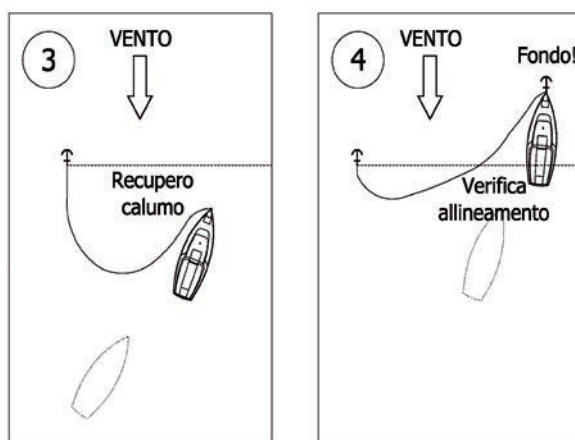

Figura 4
4. Arrivati nel punto giusto, al traverso della prima ancora, avanzare un po' sopravento in modo che l'allineamento sulla prima ancora sia trapiardato, grosso modo, dal pozzetto, perché dovremo dare alla seconda ancora lo spazio necessario per arare e agguantare il fondo. In questo momento il calumo della prima ancora non andrà più recuperato, ma anzi filato di nuovo in acqua, mai però eccessivamente onde evitare che finisca sotto la chiglia e attorno all'elica. Infatti, stiamo avanzando oltre l'allineamento e la distanza dalla prima ancora sta in parte aumentando. Diamo ora fondo alla seconda ancora cercando di separare nettamente le due linee d'ancoraggio per non intrecciare o incattivire i due calumi. Nel momento in cui la seconda ancora tocca e si distende sul fondo arretriamo a motore e contemporaneamente filiame la catena distendendola mano a mano dietro all'ancora (Figura 4).